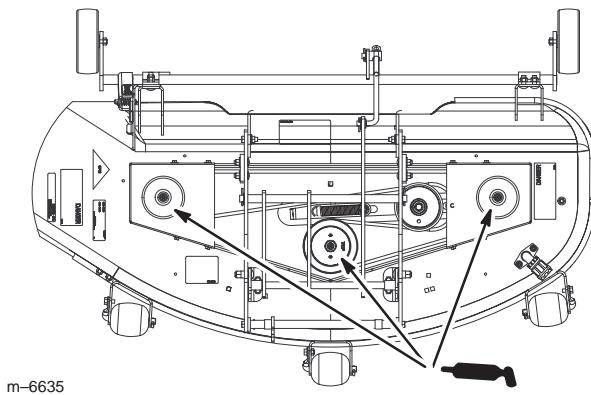

Bild 30
- Schmieren Sie die Mähwerkspindeln (Bild 30). Das Modell mit Seitlauswurf ist abgebildet. Beim Modell mit Heckauswurf müssen dieselben Spindeln eingefettet werden.